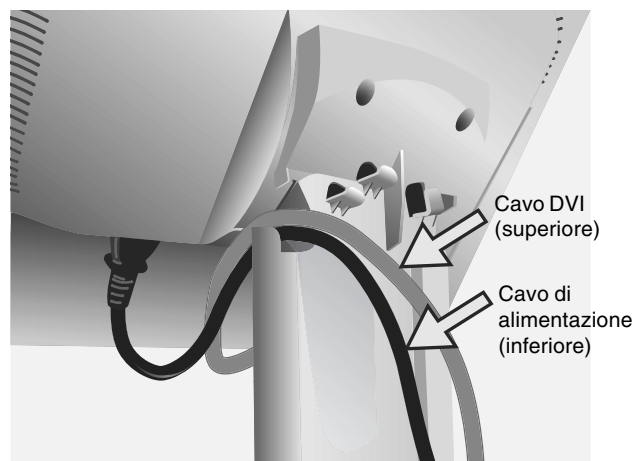

Figura C.2
5. Perché la gestione cavi avvenga al meglio, mettere i cavi in quest'ordine: cavo di alimentazione e cavo DVI (**figura C.2**).